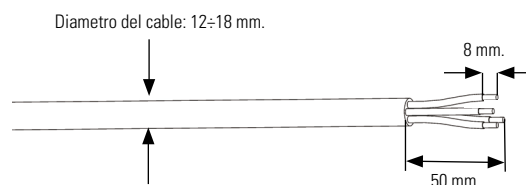

Fig. 40. Pelado de cable AC.
3. Retirar el manguito de aislamiento de la manguera de AC unos 50 mm. y retirar el aislante del extremo de los cables L/N unos 8 mm., tal y como se muestra en la Fig. 40.